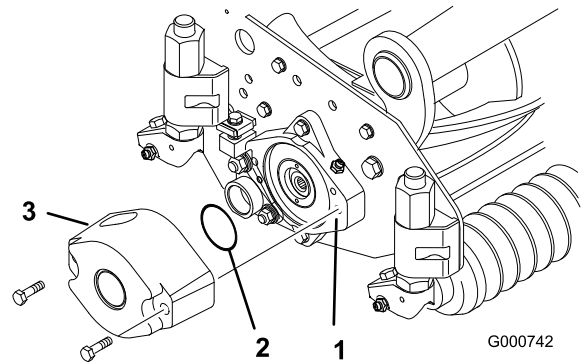
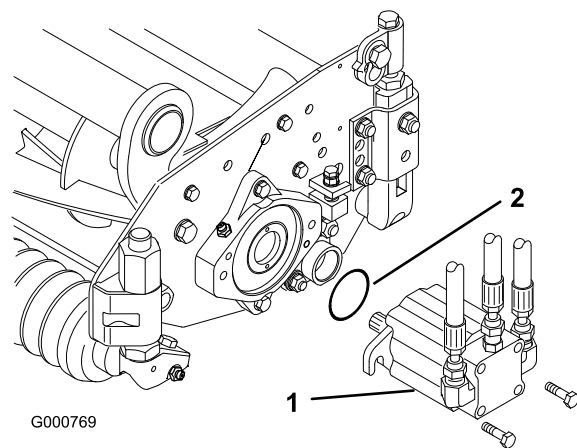

図 4
図 7
3. 大きなリングにグリスを塗り、カッティングユニット両側のベアリングハウジングの溝にそれぞれ取り付ける 図4と 図7。
4. 付属のキャップスクリューを使って、各カッティングユニットにカウンタウエイトを取り付ける 図4。
13. リールモータを各カuttingユニットに装着し付属のキャップスクリュ本で固定する 図 7。